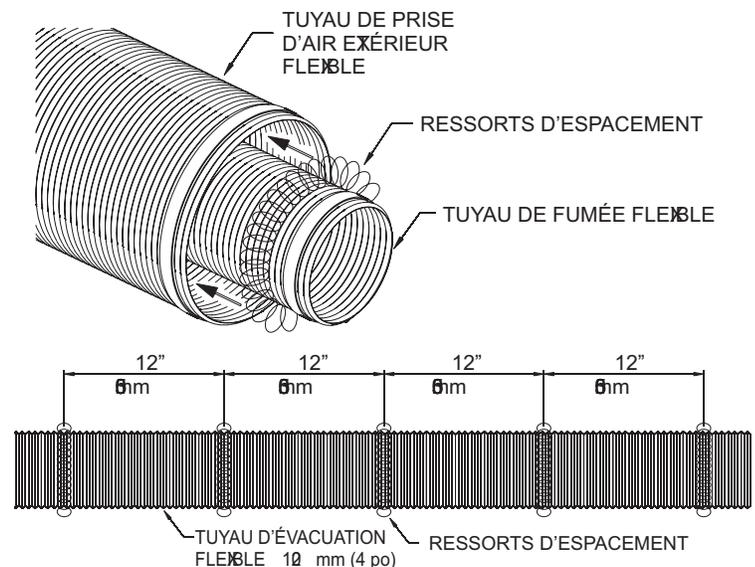

Figure 30
9. Poser les ressorts d'espacement fournis autour du tuyau de fumée de 102 mm (4 po) de diamètre à des intervalles de 30,5 cm (1 pied) puis enfiler le tuyau de fumée muni des ressorts dans le tuyau conduit flexible extérieur de 178 mm (7 po) de diamètre. S'assurer que les ressorts sont régulièrement espacés à partir de 30,5 cm (12 pouces) du collier du foyer. Voir Figure 30.